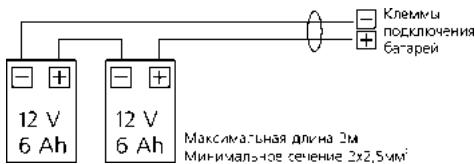

Рисунок 6
3. Подключите аккумуляторные батареи, как показано на Рис. 6.